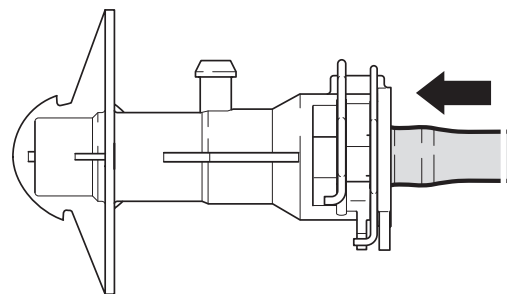

Bild 7: Bei eingeschobenem Leitungsanschluß und geschlossenen Clips ist die Entlüftungsbohrung geschlossen
8. Leitung bis zum Anschlag in den Anschluss schieben (Bild 7)